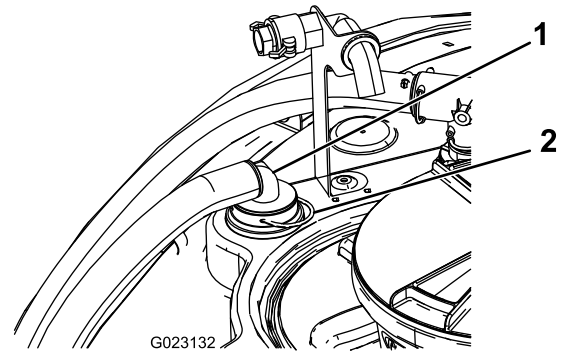

図 16
1. 90° フィッティングのついたホースの端部を、先ほど取り付けしたバルクヘッドに、リテーナフォークを使って取り付ける (図 16)。